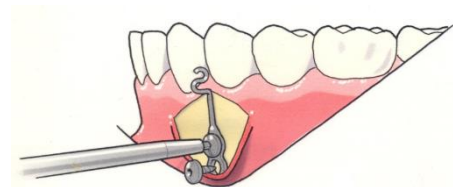

Fig. 3
De verankeringsplaat mag worden voorgebogen voor een optimaal contact tussen de verankeringsplaat en het corticaal bot. Het aanbuigen dient te gebeuren tussen het bovenste en onderste schroefgaatje. De eerste zelfborende schroef (Surgi-Tec adviseert 5 mm lengte, Ø 2.0mm, ref. 70-505S) in het bovenste schroefgaatje van het botanker aanbrengen maar nog niet helemaal aanspannen zodat het anker nog wat kan worden geroteerd. De tweede zelfborende schroef aanbrengen (Surgi-Tec adviseert 5 mm of 7 mm lengte, Ø 2.0mm, ref. 70-507S of 70-507S) (fig. 3)